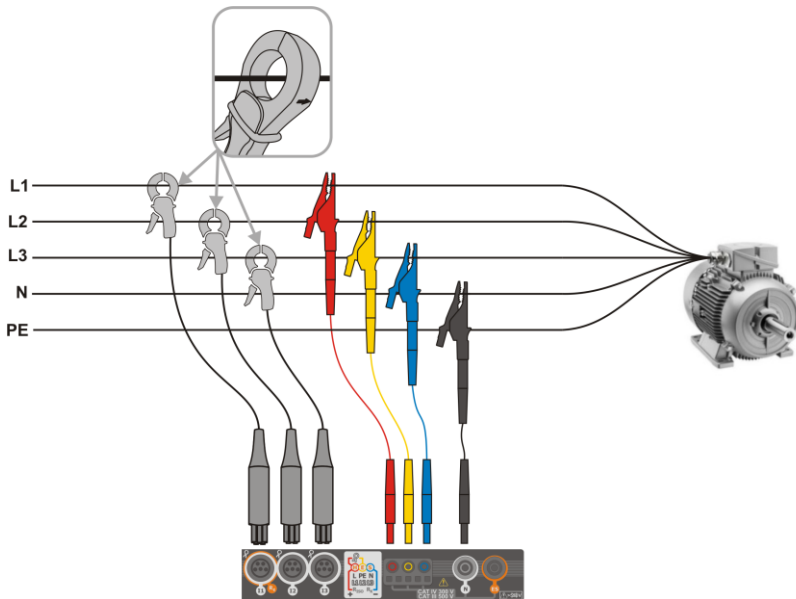

Fig. 5.6 Esquema de conexión – sistema trifásico con cuatro conductores de trabajo
- trifásica de 4 hilos (Fig. 5.6),